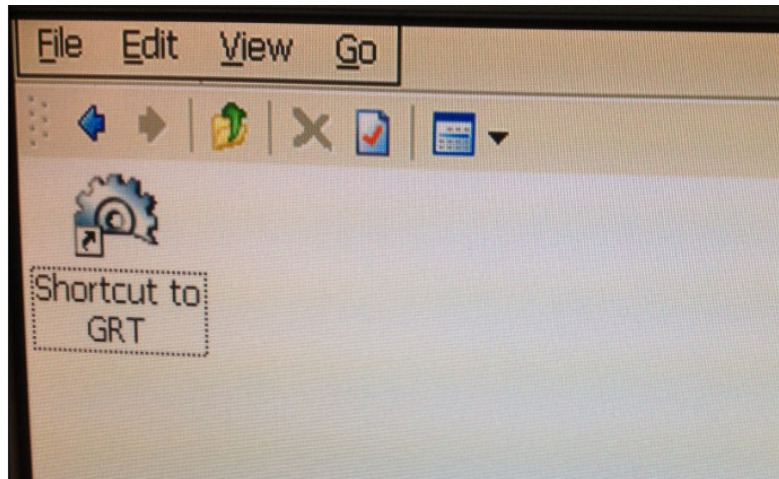

图 2-1 GRT 快捷方式
2. 进入GUS控制器的路径 ‘\Hard Disk\Startup’文件夹，在空白处点击鼠标右键，选择‘Paste Shortcut’，即在Startup文件夹中生成一个应用程序的快捷方式，如图 2-1：